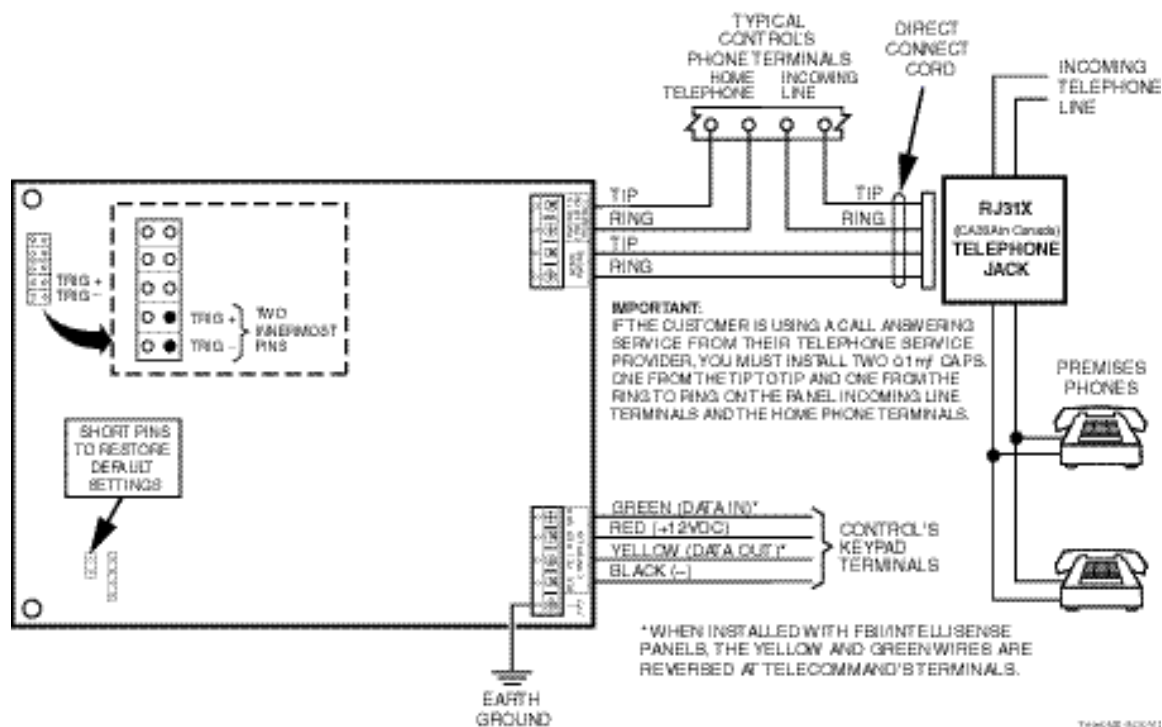

Figura 1. Connessioni del TeleCommand con la linea telefonica e la centrale
Per il cablaggio fare riferimento alla figura 1. Prima di iniziare la cablatura occorre rimuovere l'alimentazione dalla centrale di sicurezza.
1. Collegare i cavetti rosso e verde della linea telefonica al jack telefonico come mostrato in figura 1.
2. Collegare i terminali Tip e Ring (rosso e verde) della linea telefonica al dispositivo TeleCommand attraverso i terminali della centrale di sicurezza, come mostrato in figura 1.
3. Collegare i terminali marrone e grigio della linea telefonica direttamente all'ingresso Home phone del TeleCommand come mostrato in figura 1.
Il TeleCommand è connesso con la centrale di sicurezza attraverso il bus di comunicazione ai terminali CONTROL IN, come mostrato in figura 1.